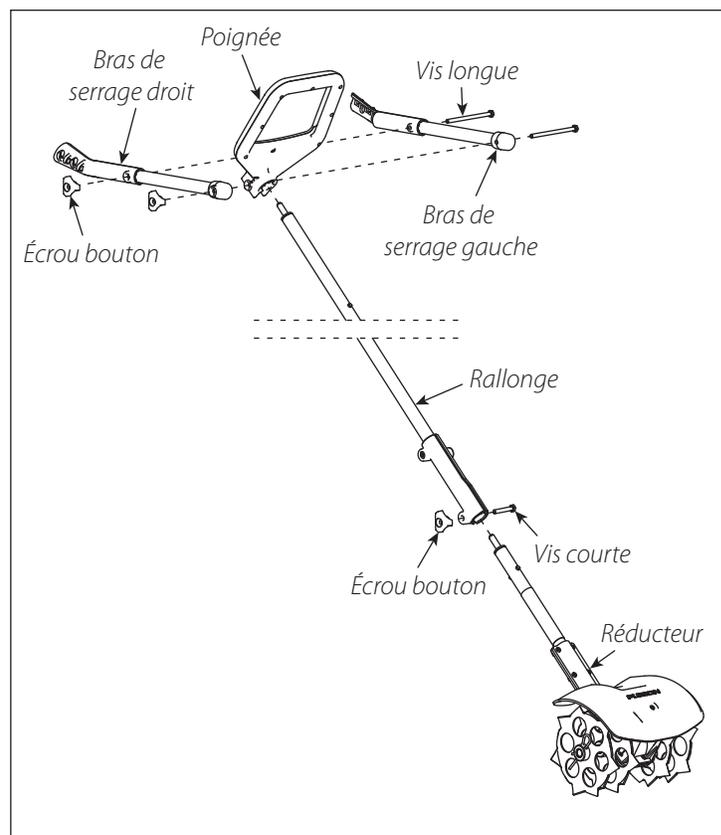

FIGURE 8
2. Desserrer et retirer les deux écrous boutons et les deux vis longues pour détacher les bras de serrage gauche et droit de la poignée. **VOIR FIGURE 8**
### VOIR FIGURE 8